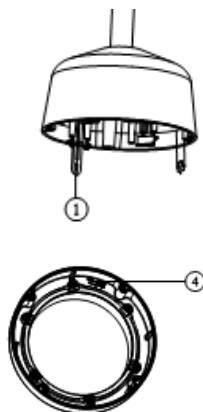

Figura 5 Ensamblado del domo inferior en colgante
6. Inserte la caja de conexiones en el orificio y apriete los 3 tornillos con un destornillador de forma que las paletas con muelle autoblocantes puedan deslizarse hacia fuera para fijar la caja de conexiones en el techo (consulte la **Figura 5**).